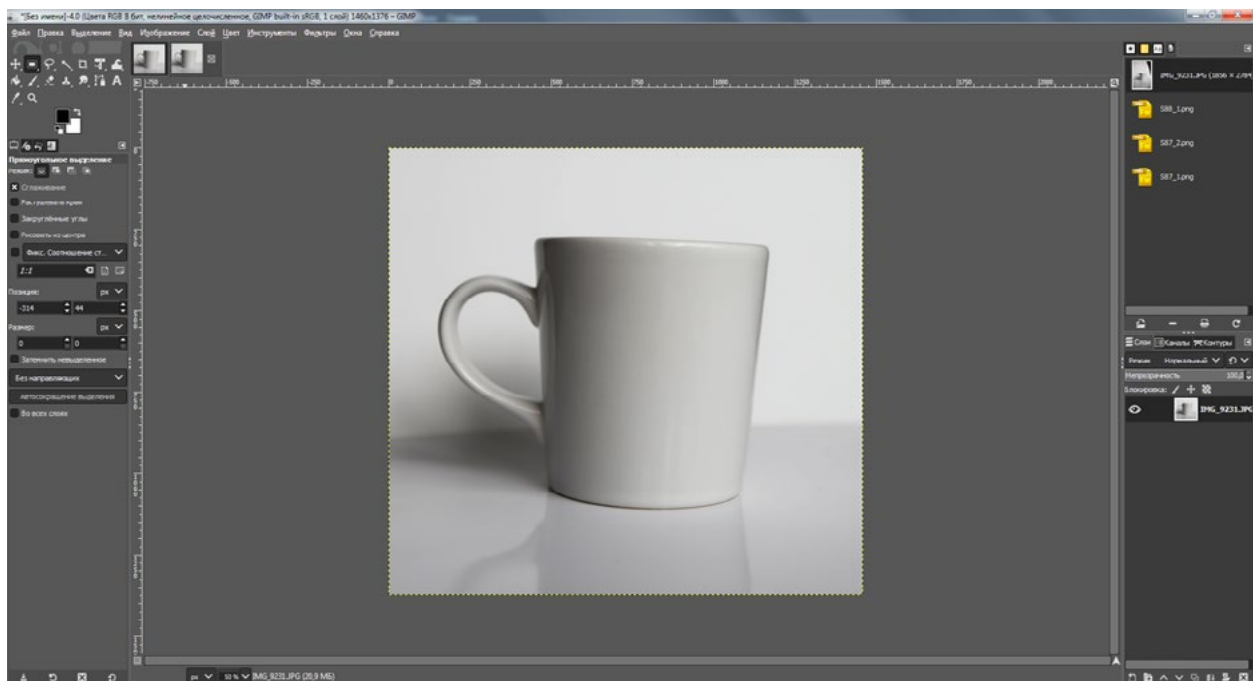

Рис. 2
- 3.6.4. Применить операцию кадрирования. В результате незначимые части изображения будут удалены (рис. 2).